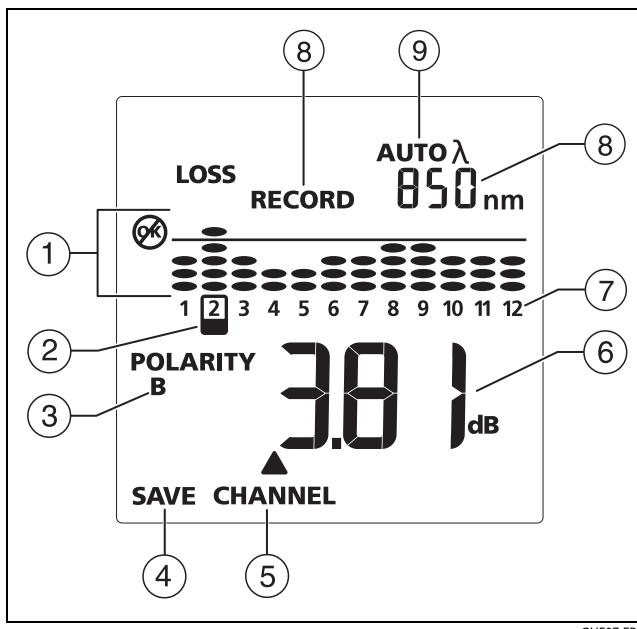

Figura 10. Display della misura dell'attenuazione
- 6 Sul misuratore, premere  per visualizzare la funzione **LOSS (ATTENUAZIONE)**. Nella Figura 10 a pagina 23 vengono visualizzate le misure dell'attenuazione.
- ① Livello relativo di potenza o di perdita di potenza misurato sul canale. Per le misure dell'attenuazione, vengono visualizzate la linea del limite e la funzione OK o . Per le descrizioni di queste misure, vedere la Figura 7 a pagina 15 e la Figura 10 a pagina 23.
- ② Canale per la misura visualizzata (6). Per modificare il canale, premere ▼ o ▲ (4).
- ③ **POLARITY (POLARITÀ):** indica la polarità utilizzata per le connessioni tra il misuratore e la sorgente.
- ④ Per modificare il canale per la misura visualizzata (6), premere ▼ o ▲.
- ⑤ Utilizzare **DELETE (ELIMINA)** per eliminare i record. Vedere la sezione "Eliminazione dei record" a pagina 27.
- ⑥ Misura per il canale selezionato. Per visualizzare la misura per il canale successivo, premere ▼ o ▲. Se sono stati eliminati i 12 record relativi a un cavo, per ciascun canale vengono visualizzate le linee tratteggiate (---).
- ⑦ Numero della fibra.
- ⑧ Numero di record per la misura visualizzata.
- ⑨ Lunghezza d'onda per la misura. Se, durante la misura, la sorgente è in modalità di lunghezza d'onda automatica, viene visualizzata la funzione **AUTO (AUTOMATICO) λ** .